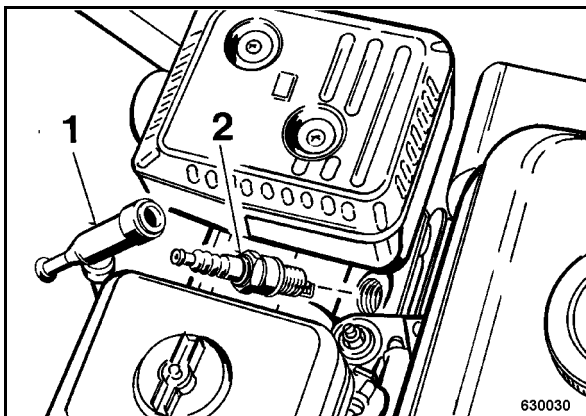

рис. 49
- Снять свечной наконечник (1) (рис. 49) и вывинтить свечу зажигания (2).